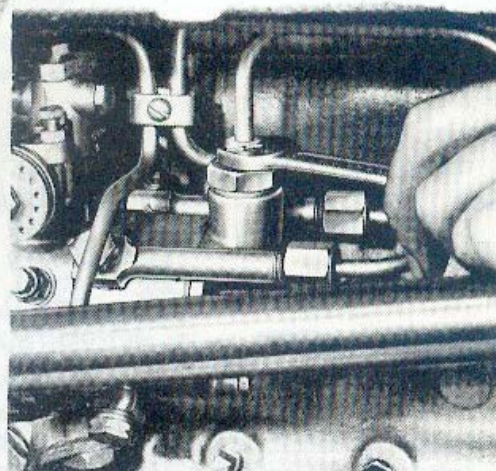

Fig. 13
- Desserrer le raccord de la tuyauterie d'arrivée de combustible (fig. 13) à la pompe d'injection. Actionner le levier de la pompe d'alimentation et resserrer le raccord dès que ce point est purgé, c'est-à-dire lorsqu'il n'y a plus de bulles d'air autour du filetage.